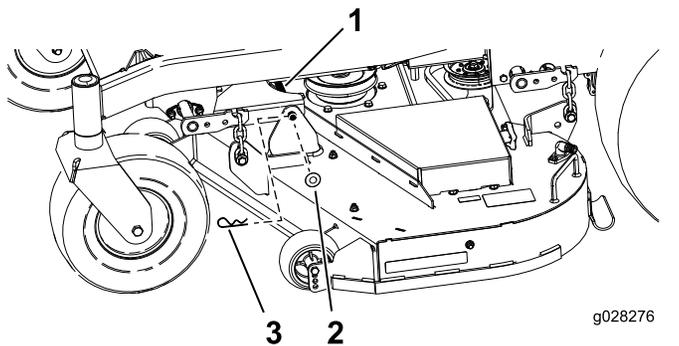

Figure 67
- Retirez la goupille fendue et la rondelle qui fixent la barre de liaison au cadre et au tablier, et enlevez la barre de liaison (Figure 67).
9. Fixez la barre de liaison avec les goupilles fendues et les rondelles retirées précédemment (Figure 67).